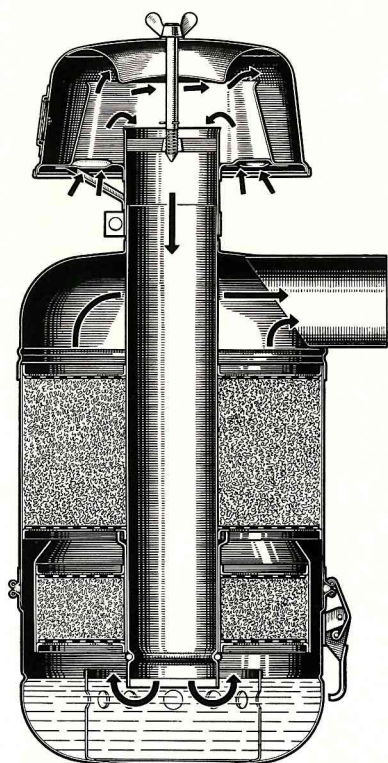

Fig. 58 - Filtro aria.
- smontare l'anello elastico che fissa la matassa inferiore al tubo centrale (fig. 58) e, con un pennello asciutto, allontanare la polvere dalle superfici filtranti delle due matasse;